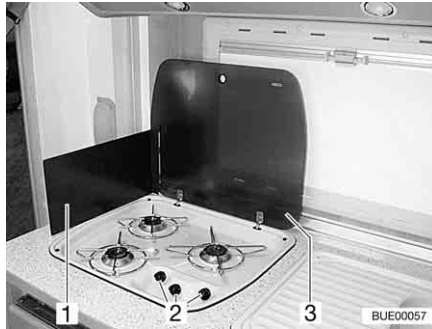

Bild 163 Gasspis
En värmesköld (Bild 163,1) skyddar möbler i närheten av gasspisen.
- Öppna gasspisens lock (Bild 163,3).
- Vrid vridregulatorn (Bild 163,2) till önskad låga till tändningsläge (stor låga).